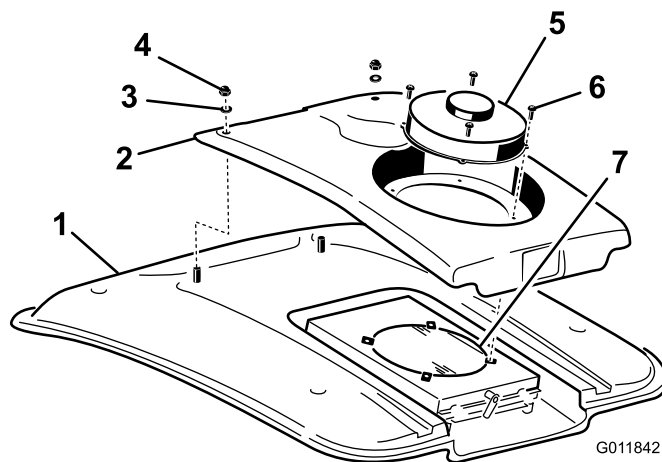

Figura 56
2. Retire os 4 parafusos que fixam a ventoinha e a cobertura do condensador à ventoinha (Figura 56).
4. Retire as duas porcas e anilhas que prendem a parte da frente da cobertura dos condensadores ao tecto da cabina (Figura 56).
8. Limpe cuidadosamente o condensador do ar condicionado com ar comprimido (Figura 56).